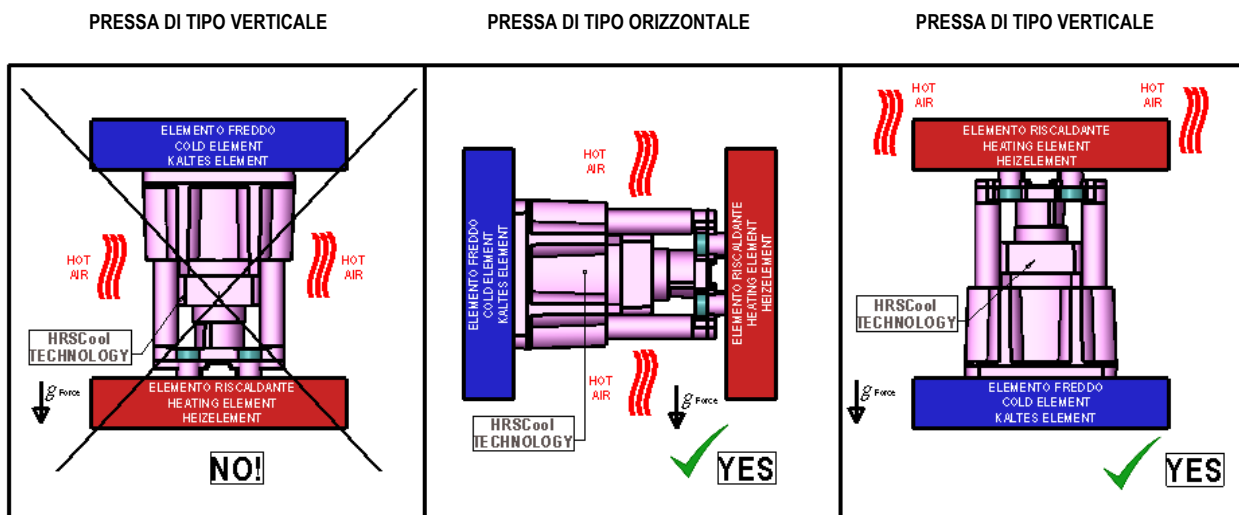

Fig.4
NOTA PER IL MARTINETTO REGOLABILE (Fig.4)
- 5- La tecnologia HRSCOOL è consentita nella pressa ad iniezione verticale ma solo se gli elementi riscaldanti (es. la camera calda) sono collocati in una posizione superiore rispetto ai martinetti e quindi gli elementi freddi (es. : piastra stampo). È necessario evitare che il martinetto venga riscaldato dall'aria calda proveniente da elementi caldi (Fig.4).
NOTA PER IL MARTINETTO REGOLABILE (Fig. 4)